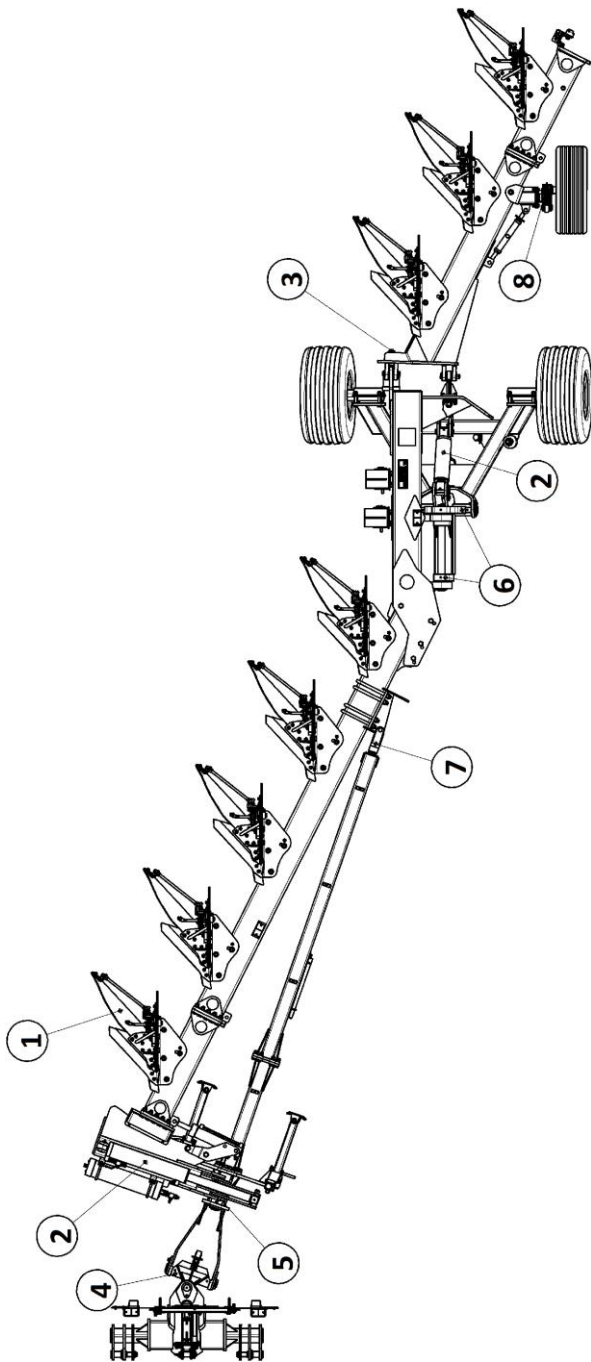

Рисунок 10 – Схема смазки
10.4 Точки смазки и их расположение приведены в таблице 4 и на схеме смазки (рисунок 10)